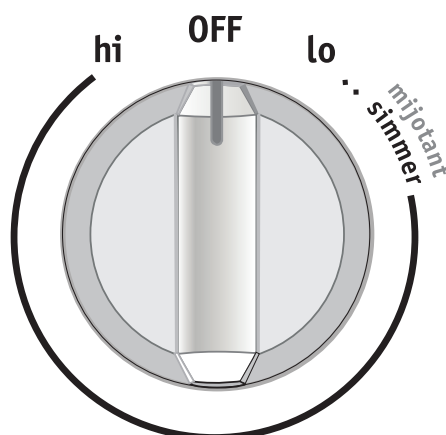

Figure 2
2. Enfoncez et tournez le bouton de commande vers la gauche ou la droite selon le réglage désiré (Figure 2). Débutez la plupart des cuissons à la position la plus élevée et ensuite continuez la cuisson en réglant le bouton à une position plus faible. Chacun des éléments de cuisson produit une chaleur constante. Si un halo rouge déborde de l'ustensile de cuisson ceci indique que le diamètre de ce dernier est **trop petit** pour l'élément utilisé.